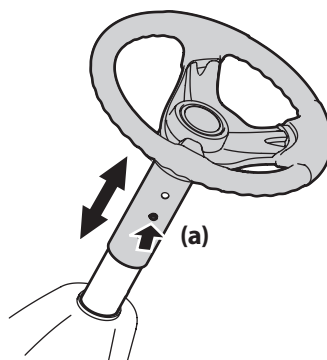

Figure 3-2
2. Poussez sur le bouton (a) sur la colonne de direction et relevez ou abaissez le volant (b) à la hauteur désirée. Voir la Figure 3-2.